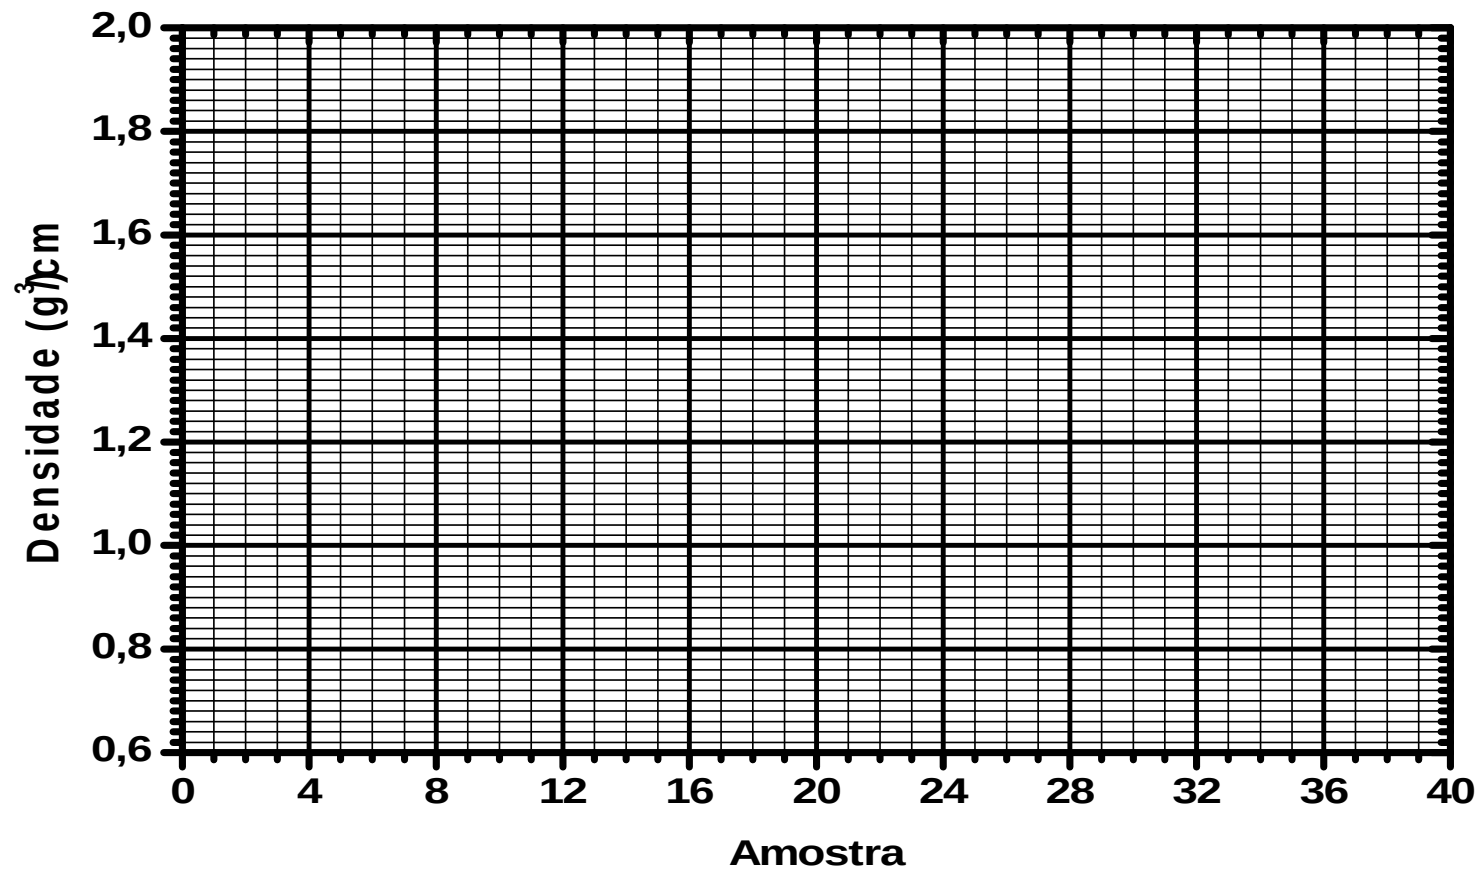

Figura 1. Gráfico das densidades de plásticos obtidas em sala de aula
Represente no gráfico da Figura 1 os valores das densidades calculadas de todos os grupos da sala (tabela 4). Os dados de seu grupo devem ser colocados durante a aula. A numeração das peças deve seguir o número do grupo. Assim sendo, grupo 1 está relacionado às peças 1 a 5, grupo 2 às peças 6 a 10 e assim por diante.
- É possível identificar os 5 tipos de plásticos comparando os valores apresentados no gráfico da Figura 1? Quantos grupos é possível identificar?